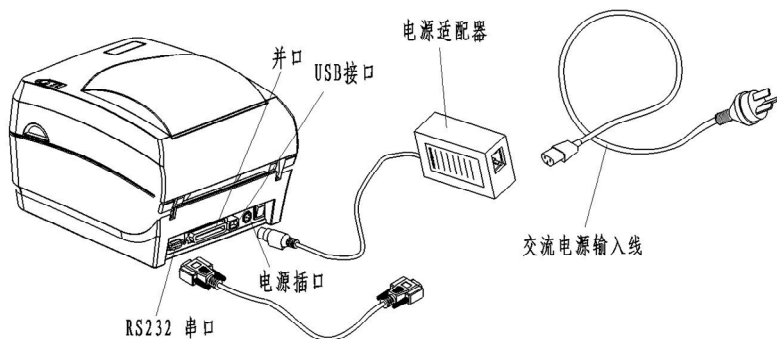

图 1.4
- 2) 如图1.4，将交流电源输入线一端与电源适配器连接好，另一端插入220V电源插座；
- 2) 如图1.4，将通讯电缆插入相配的接口内，并用插头的螺丝钉或卡簧固定；